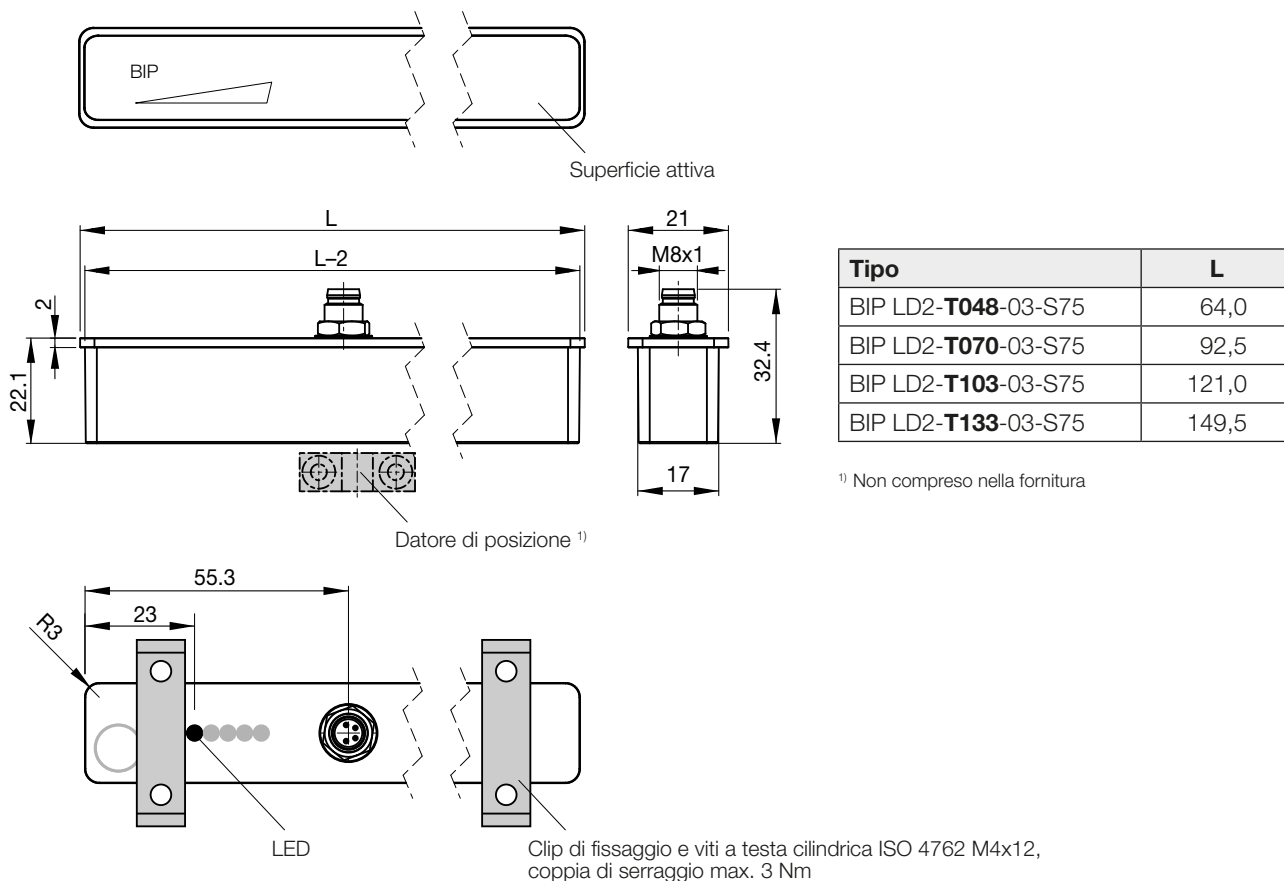

Fig. 3-1: Struttura
- Rispettare le coppie di serraggio, vedere Fig. 3-1.